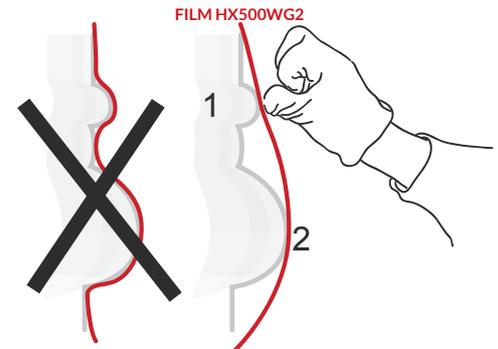

FIG 06
- › Estire el film sobre el sustrato de manera que toque las partes en relieve. (FIG. 06) ① y ②